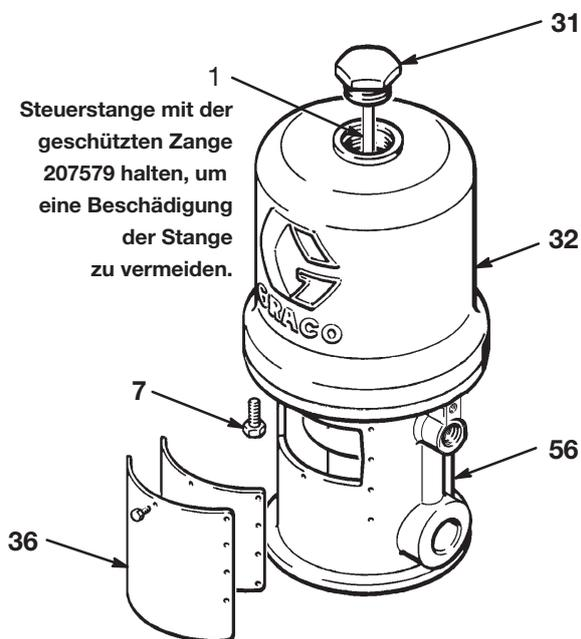

ABB. 4
4. Die Kolbenstange manuell nach oben drücken, um die Kolbenbaugruppe bis zum oberen Ende ihres Hubs zu bewegen. Die Zylinder-Hutmutter (31) vom Zylinder (32) abschrauben. An der Hutmutter hochziehen. Die Steuerstange (1) mit der geschützten Zange 207579 ergreifen und die Hutmutter von der Stange abschrauben. (ABB. 4)
5. Die acht Schrauben (7) entfernen, mit denen der Zylinder (32) an der Bodenplatte (56) befestigt ist. Den Zylinder vorsichtig *gerade nach oben* vom Kolben abziehen. (ABB. 4)